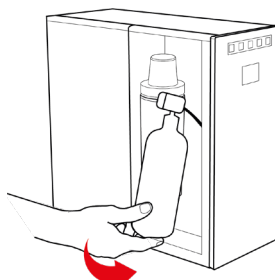

Fig. 7-14
24.5 – Inserire la bombola del gas **verticale con la valvola rivolta verso l'alto** assemblata con il riduttore già regolato, nel vano interno dell'apparecchio, vedi Fig. 7-14.